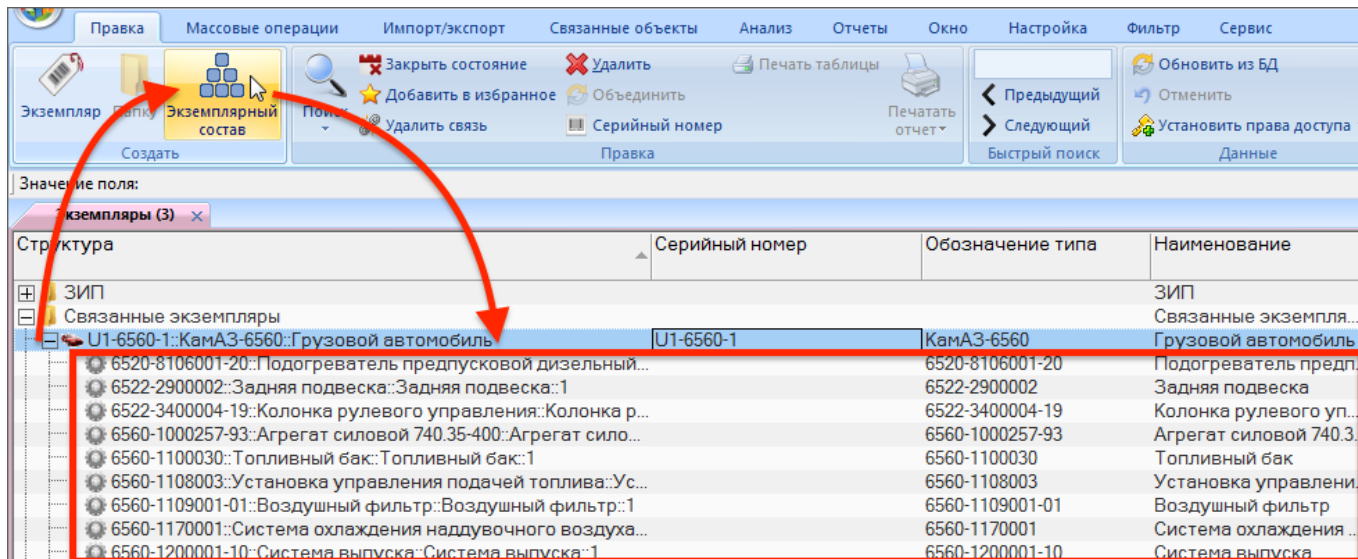

Рис. 9-19 – Создание мест установки ПКИ в экземпляре ФИ
- нажать кнопку «Экземплярный состав» панели «Создать» для создания мест установки ПКИ (рис. 9-19);